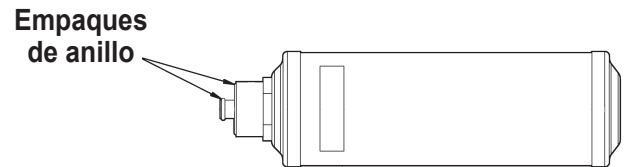

Figura 14
6. Vea el filtro nuevo; verifique que ambos empaques de anillo estén lubricados y colocados correctamente en las ranuras. Consulte la Figura 14. Enrosque el filtro nuevo en su lugar. Presione **START / YES (inicio / sí)**.